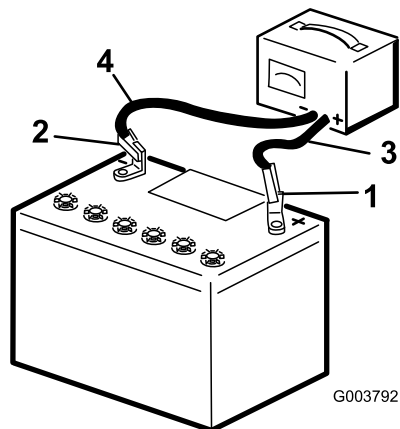

Figura 37
- Cargue la batería durante 10 a 15 minutos a 25–30 amperios, o durante 30 minutos a 4–6 amperios (Figura 37). No sobrecargue la batería.
4. Cuando la batería esté completamente cargada, desconecte el cargador de la toma de electricidad, luego desconecte los cables del cargador de los bornes de la batería (Figura 37).